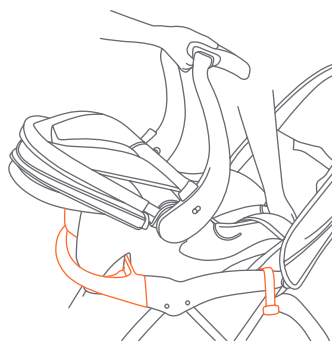

Fig. 18b
- Coloque la Sillita para el Automóvil en dirección a la parte trasera del carrito, de modo que el armazón de la sillita se incorpore a la bandeja delantera y se sujete bien (Fig. 18b).